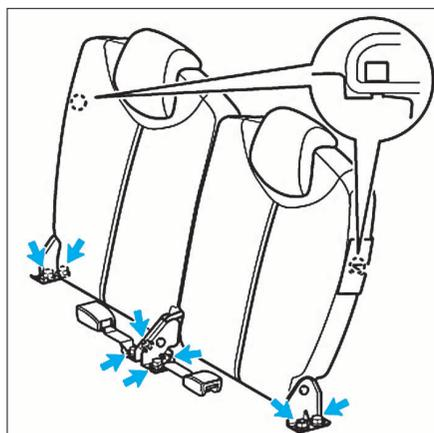

FIG. 110
- Déposer les fixations comme illustré (Fig.110).